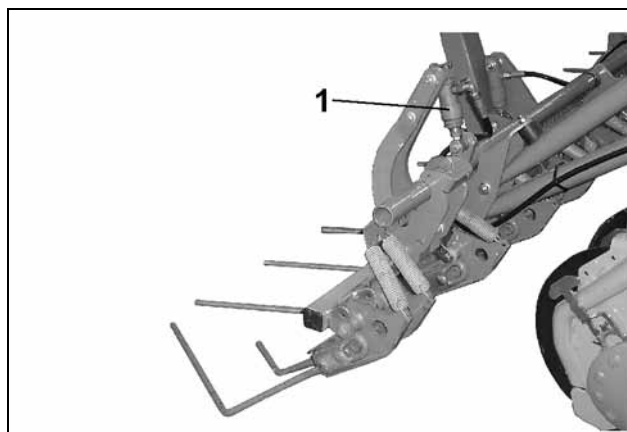
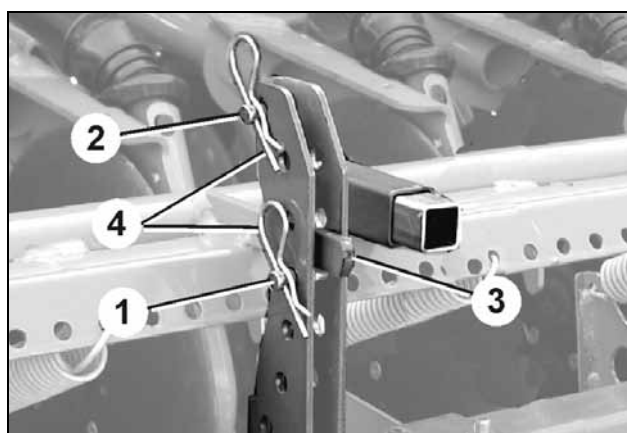

Fig. 100
Fig. 101
Quando si passa da un terreno normale ad un terreno duro e viceversa, la pressione dello strigliatore viene regolata da un cilindro idraulico (Fig. 100/1).
Inserire due bulloni (Fig. 101/1 e /2) come battuta d'arresto della leva (Fig. 101/3) nel segmento di regolazione. La leva, attivata dal cilindro idraulico, si trova sul bullone I (Fig. 100/1) quando il cilindro idraulico è senza pressione e sul bullone II (Fig. 101/2) quando il cilindro idraulico è in pressione.
- Azzerare la pressione del cilindro idraulico (Fig. 100/1).
- Inserire il bullone II (Fig. 101/2) in un foro sopra alla leva (Fig. 101/3) nel segmento di regolazione e fissarlo con una spina elastica (Fig. 101/4).
- Mettere in pressione il cilindro idraulico (Fig. 100/1).
Inserire il bullone I (Fig. 101/1) in un foro sotto alla leva (Fig. 101/3) nel segmento di regolazione e fissare con una spina elastica (Fig. 101/4).